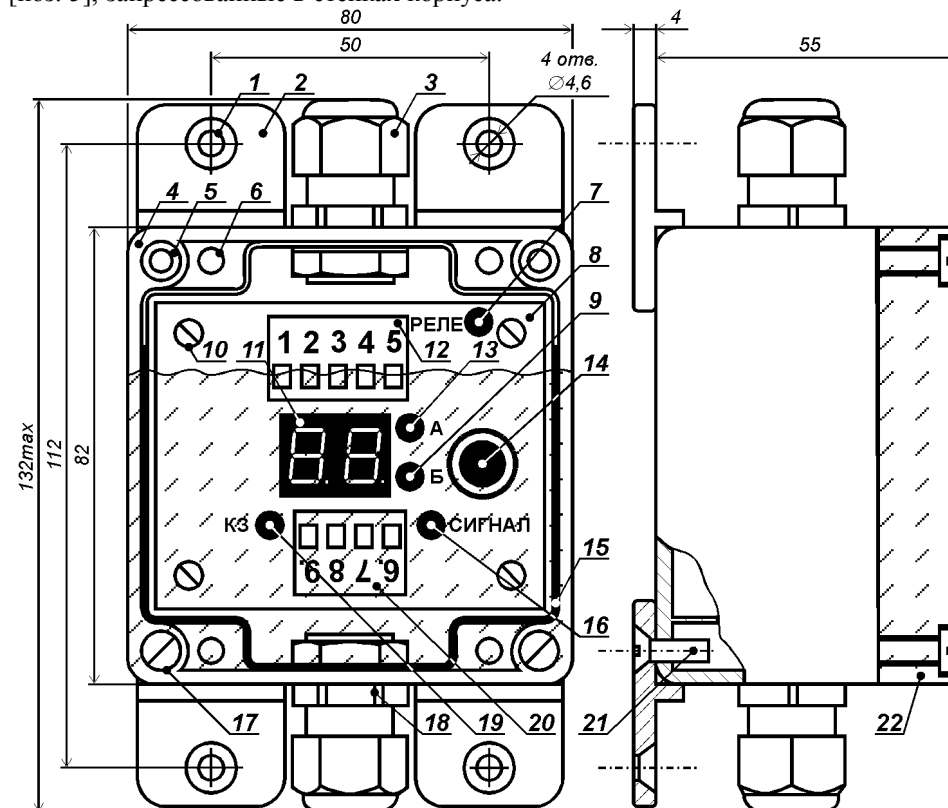

Рис. 1. Конструкция реле скорости РДКС-03АРС.
Конструкция РС показана на рис. 1. Устройство размещено в пластмассовом корпусе [поз. 4], который закрыт прозрачной крышкой [поз. 22] через уплотнитель [поз. 15] четырьмя винтами [поз. 17]. Винты вворачиваются в резьбовые втулки [поз. 5], запрессованные в стенках корпуса.
РС монтируется либо вблизи контролируемого механизма, либо в электрощитовом помещении, рядом с его пусковой аппаратурой. Для крепления РС служат четыре винта М4х10 из комплекта поставки. Винты вворачиваются в установочные отверстия РС [поз. 1 на рис. 1].
4. Если при подаче на РС напряжения питания загорается светодиод «К3» [поз. 19 на рис. 1], то следует устранить короткое замыкание в линии связи между датчиком и РС.
7. Три раза нажав на энкодер [поз. 14 на рис. 1], войти в режим «Автонастройка» (должны одновременно мигать светодиоды «А» [поз. 13 на рис. 1] и «Б» [поз. 9 на рис. 1]).